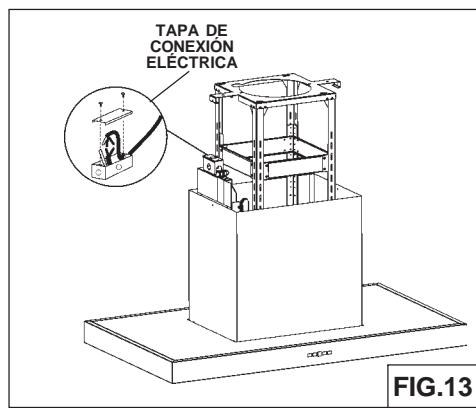

FIG.13
1. Quite la tapa de la caja de conexión eléctrica y saque un cable (Fig.13).